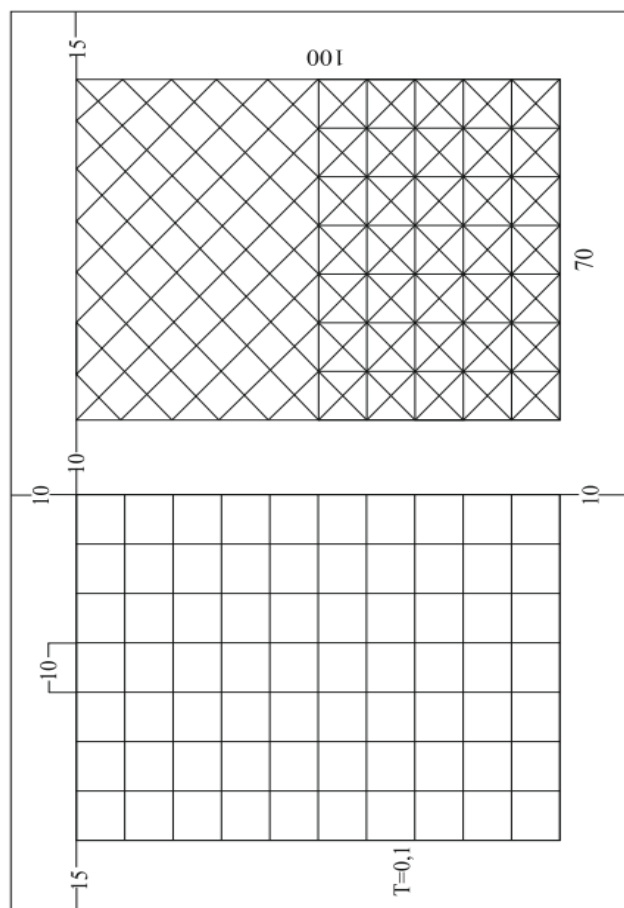

Рисунок 1 - Сетка квадратов
1. На форматке 210×150 с рамкой размером 150×120 согласно рис.1 разметить и вычертить карандашом сетку квадратов: прямую, диагональную и совместную. По размерам, указанным на макете, построить два прямоугольника.